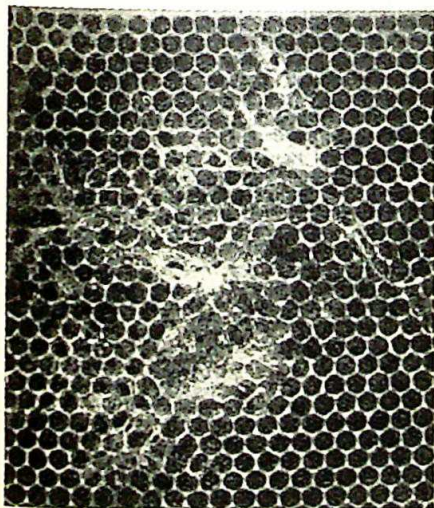

Bild 212.
b) Die größten Feinde sind die beiden **Wachsmottenarten**. Die große und die kleine Wachsmotte richten als Larven, die wir Imker **Raukmaden** (Bild 211) nennen, Zerstörungen und Beschmutzung am Wabenwerk an. Die Weibchen beider Arten legen ihre Eier in allen möglichen Ritzen der Bienenwohnung und im Wabenwerk der Bienenvölker ab. Die große Wachsmotte legt bis 1800 und die kleine bis 250 Eier ab. Die ausschlüpfenden Larven zerfressen und zerstören dann das Wabenwerk (Bild 212), umgeben sich mit einem Gespinst. Wenn der Imker da nicht auf der Hut ist, so ist es bald um sein schönes Wabenwerk und schließlich um das ganze Volk getan. Wie schützen wir uns dagegen? Erstens wieder allgemeine Sauberkeit. Kein Wabenbröckchen darf umherliegen, immer sofort in den Sonnenwachsschmelzer tun! Aufbewahrte Waben müssen mottensicher im Wabenschrank aufbewahrt werden. Das Bienenvolk darf stets nur soviel Waben haben, als es belagern kann. Seit alten Zeiten sichert sich der Imker gegen diese Feinde dadurch, daß er seine Waben im Herbst und im Frühjahr mehrmals mit **Schwefel** (565 b) durchschwefelt. Wenn das gewissenhaft durchgeführt wird, so führt es zum Ziel,